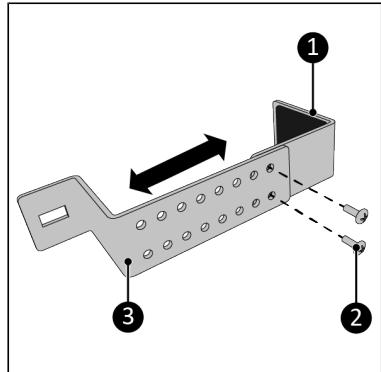

Abbildung 129.
3. Schrauben Sie das Oberteil (Abbildung 129, Pos. 1) und das Unterteil (Abbildung 129, Pos. 2) mit den beiden M5 x 7 mm Schrauben (Abbildung 129, Pos. 3) zusammen. Stellen Sie sicher, dass die Breite etwas größer ist als die Breite des Fensterrahmens.